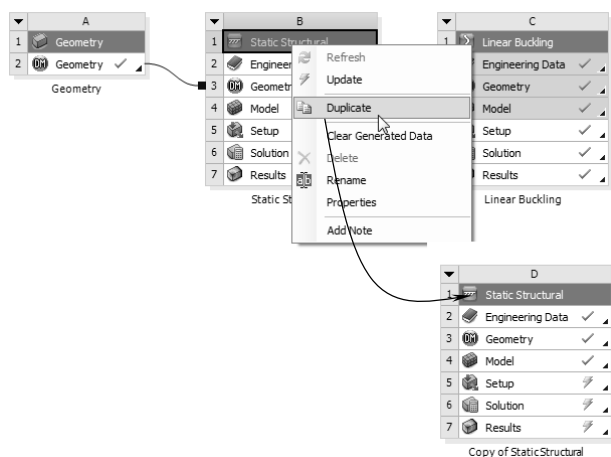

图 9-43 复制新项目
1) 在项目管理区选中【Static Structural】单元格，单击鼠标右键，在弹出的快捷菜单中选择【Duplicate】命令，复制一个新项目 D，如图 9-43 所示。